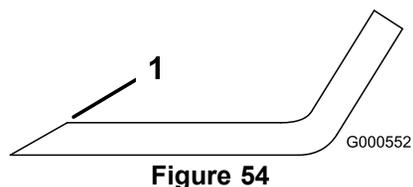

Figure 54
1. Au moyen d'une lime, affûtez les tranchants aux deux extrémités de la lame (Figure 54).
Remarque: Si la lame est déséquilibrée, limez un peu l'extrémité de la partie relevée seulement (Figure 54).